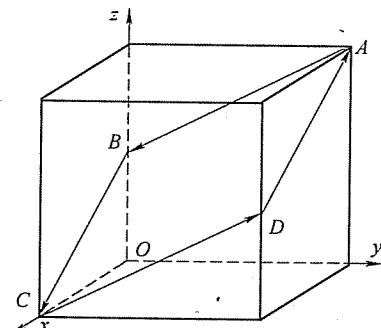

图 27-1 第二题第 1 小题图
1. 写出图 27-1 所示立方晶胞中 ABCDA 面的密勒-布拉菲晶面指数，以及 AB、BC、CD、DA 各晶向的密勒-布拉菲晶向指数。